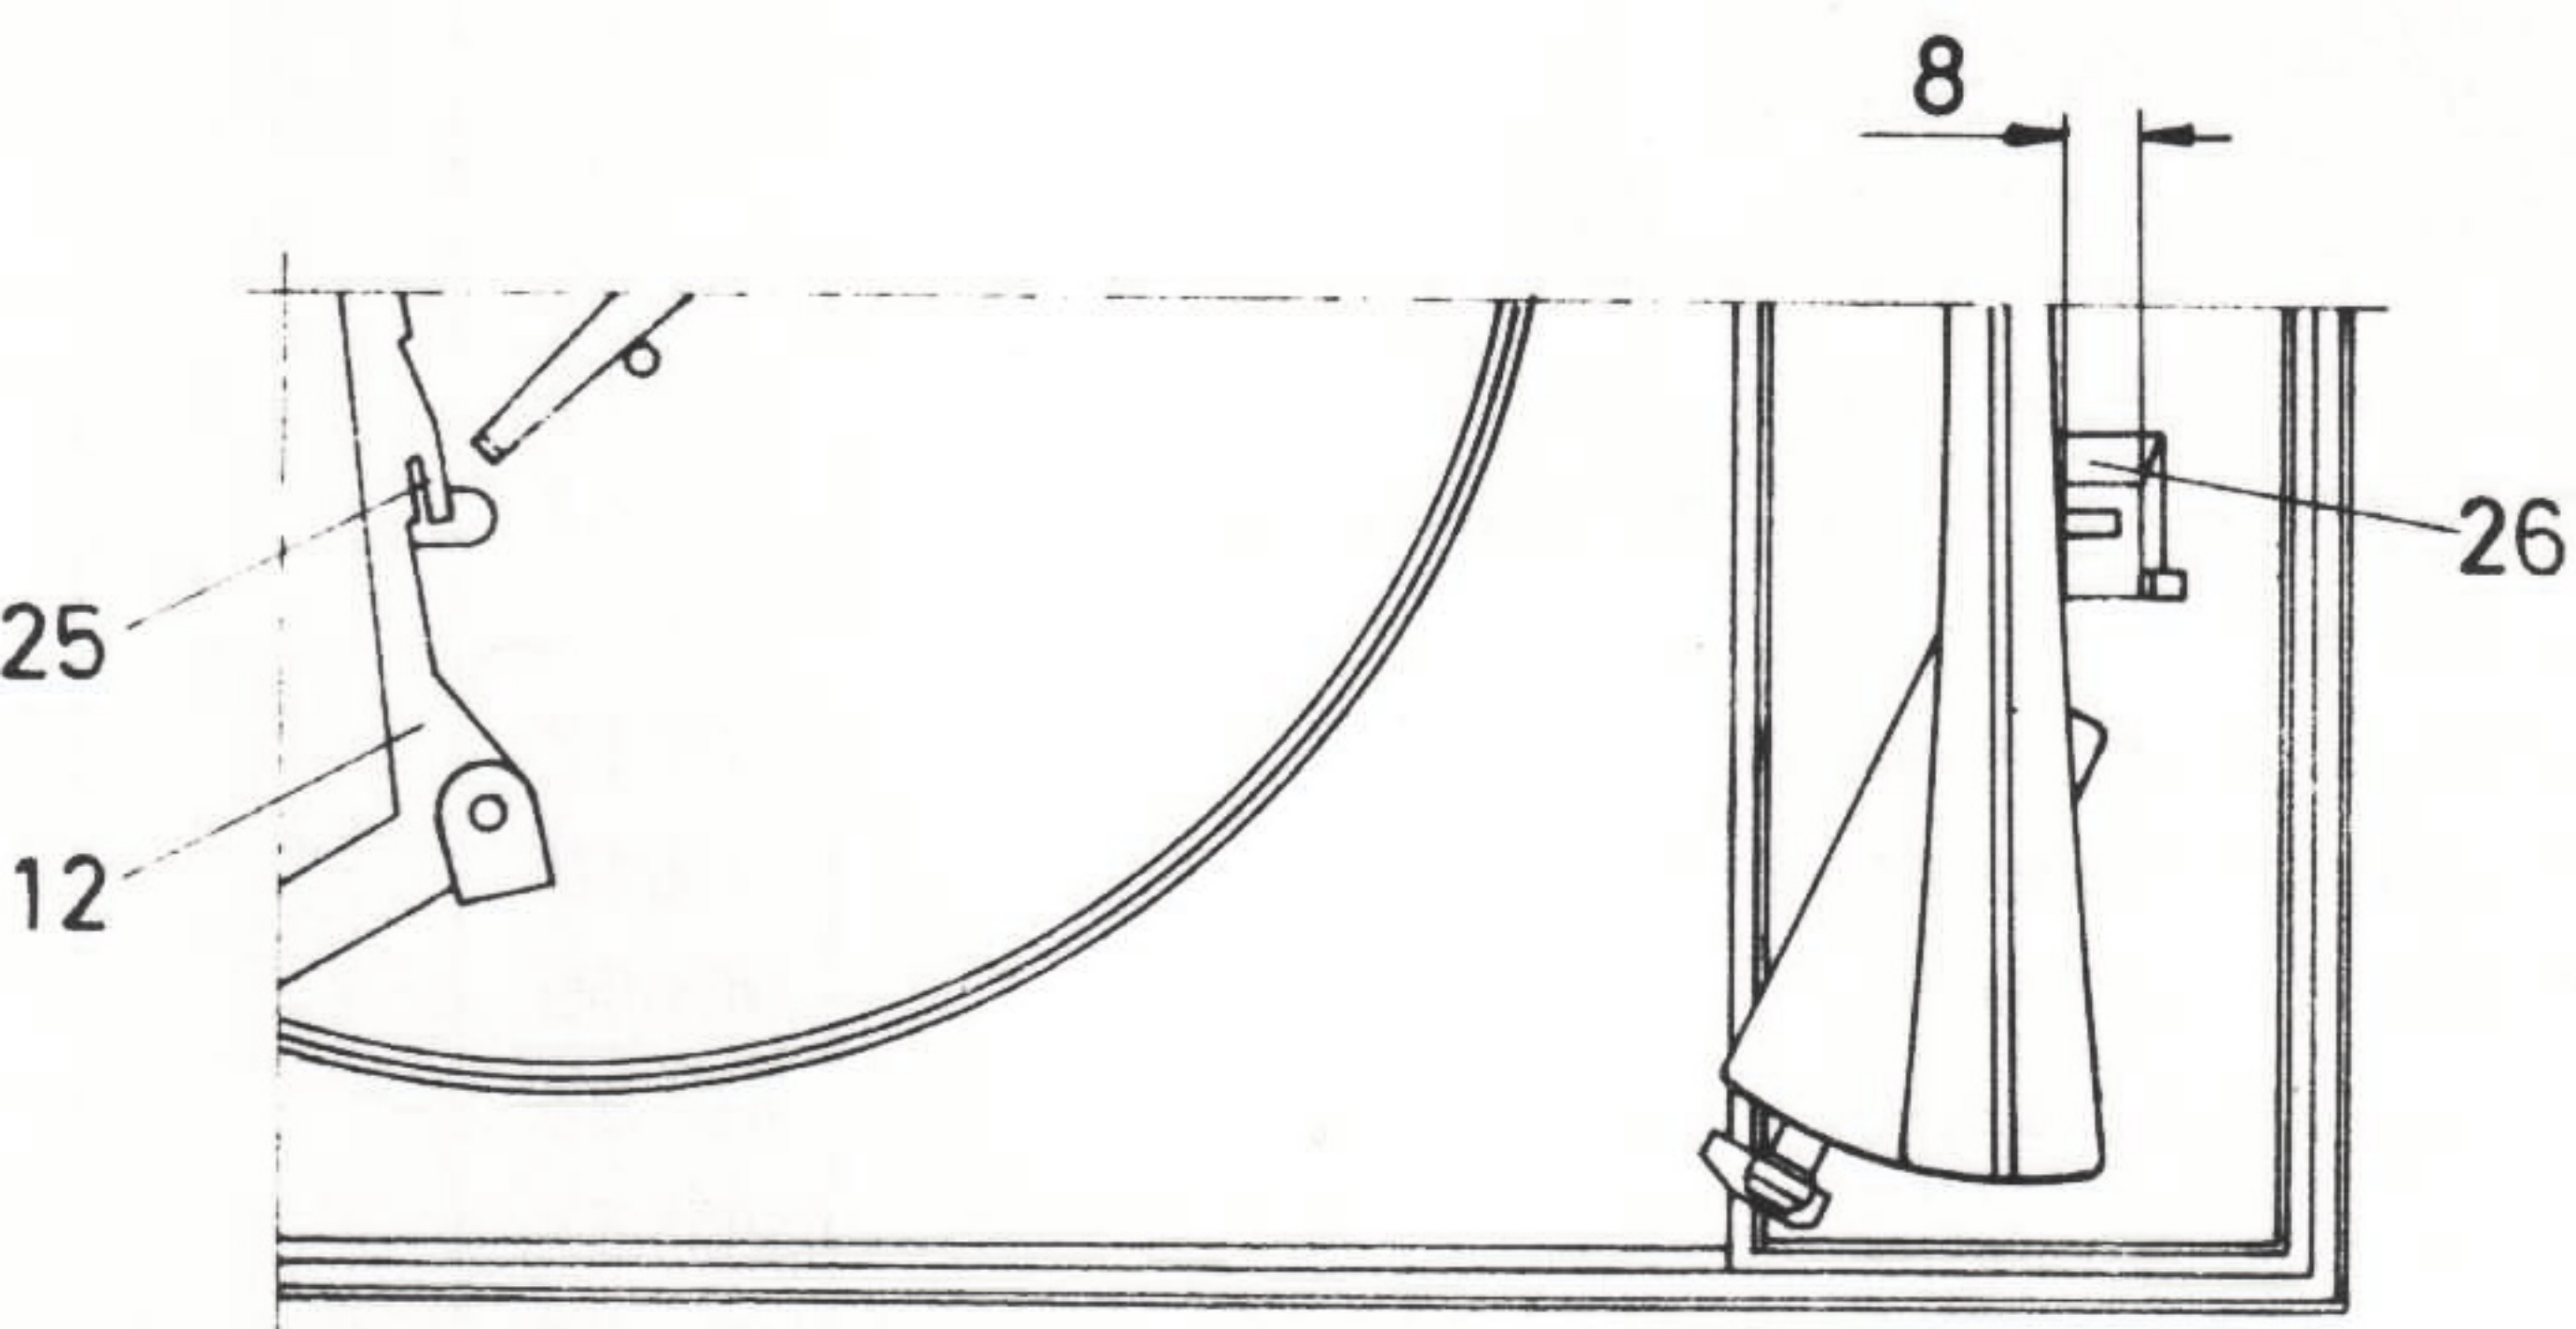

Fig. 15
JUSTERING AV STRÖMSTÄLLARENS TILLSLAG. FIG 15.
JUSTERA MEDELST SPÅRET (25) I START- OCH STOPPARM (12), SÅ ATT SLUTNING AV STRÖMSTÄLLAREN SKER INNAN NÅLSPETSEN NÅR KANTEN PÅ EN 30 CM: S SKIVA. STRÖMMEN SKALL BRYTAS INNAN TONARMEN NÅR DET LÄGE SOM VI- SAS I FIG 15.